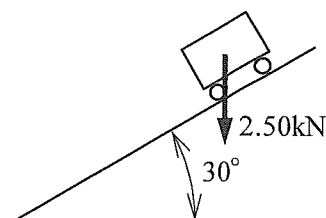

図1
- (2) 図1のように、摩擦のない傾斜  $30^\circ$  の斜面上にある物体に、 $2.50\text{kN}$  の重力が働いている。この物体を斜面に沿って引き上げるには、斜面に沿っていくら以上の力が必要か求めなさい。ただし、 $\sin 30^\circ = 0.500$ ,  $\cos 30^\circ = 0.866$  とする。ただし、斜面は固定されて動かないものとする。(8点)